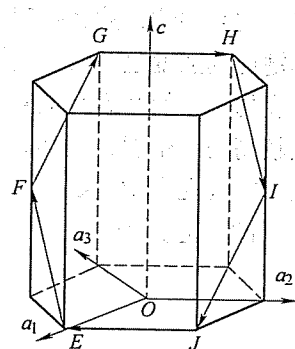

图 26-2 第一题第 2 小题图
- (10 分) 写出图 26-2 所示六方晶胞中  $EFGHIJE$  晶面、 $EF$  晶向、 $FG$  晶向、 $GH$  晶向、 $JE$  晶向的密勒-布拉菲指数。